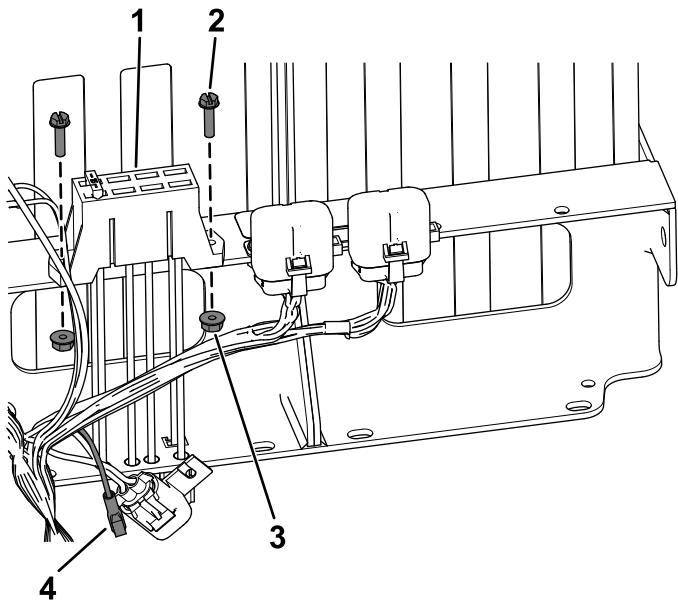

Figura 18
- **Para máquinas de 2019 e posteriores,** prenda o novo bloco de fusíveis utilizando os dois parafusos de cabeça de anilha sextavada (n.º 10 x 3/4 pol.) e duas anilhas dentadas (n.º 10) como se mostra na Figura 18.
2. **Para máquinas de 2019 e posteriores**, ligue o conector fêmea na cablagem ao novo bloco de fusíveis (Figura 18).